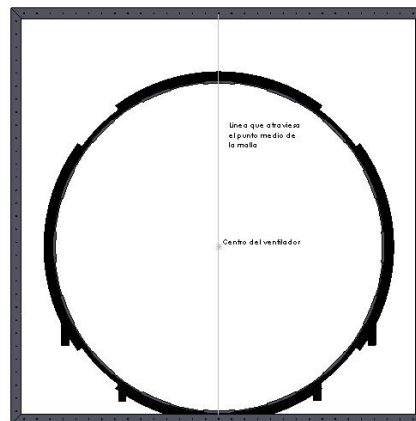

Figura 2: Posición de la malla respecto al ventilador
2. Alinear el punto medio de la malla de madera con el centro del ventilador y colocar la malla de forma perpendicular al piso (Figura 2).